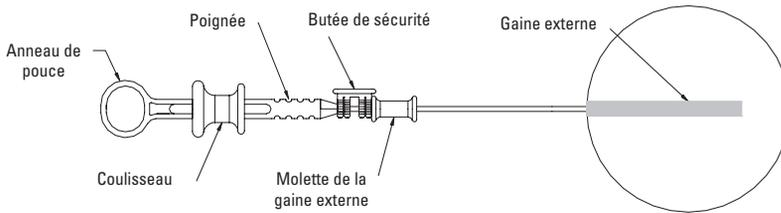

Figure 6 : Système d'administration Resolution™ prêt pour son retrait
6. Lorsque le clip Resolution a été déployé, déplacer doucement le coulisseau en direction distale afin de séparer le clip du dispositif d'administration. Une fois la séparation réalisée, relâcher le coulisseau et faire avancer la gaine externe. Ensuite, replacer la butée de sécurité, comme illustré dans la figure 6.